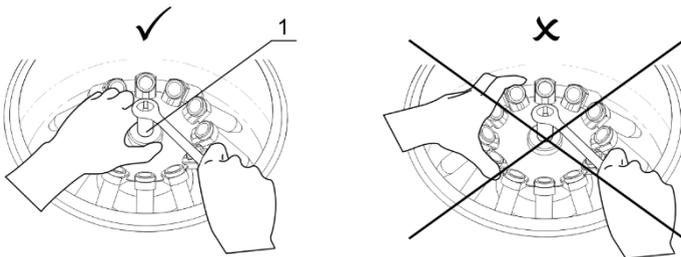

Figura 1. Fixação do Rotor
**Cuidado!** Não segure o rotor por anéis ou adaptadores de montagem ao montá-lo e fixá-lo. Segure o rotor conforme mostrado corretamente na figura 1.
**Cuidado!** Verifique a fixação do rotor a cada 10 dias. Aperte o parafuso de fixação se necessário, ver figura 1.